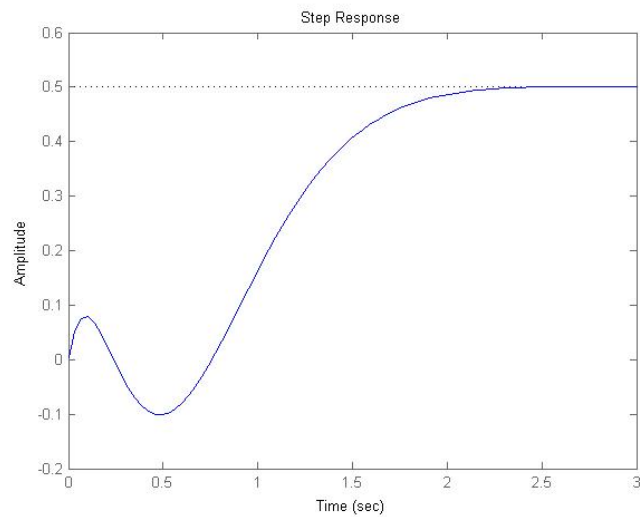

Figura 1.1: Transiente com atraso.
- e) Considere o primeiro método de sintonia de Ziegler-Nichols. Isole a parte do gráfico similar a Figura 1.1. Estime os valores da constante de tempo T e do tempo morto L .